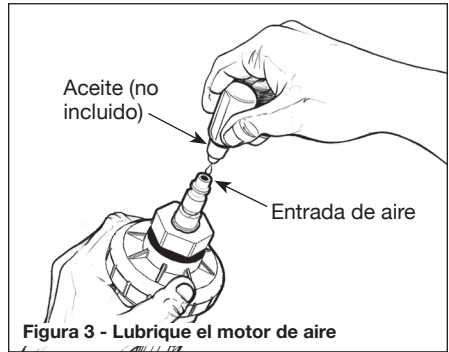

Figura 3 - Lubrique el motor de aire
3. Mientras oprime el gatillo, aplique aproximadamente de 3 a 5 gotas de aceite para herramienta de aire Campbell Hausfeld en la entrada de aire. Vea la Figura 3.